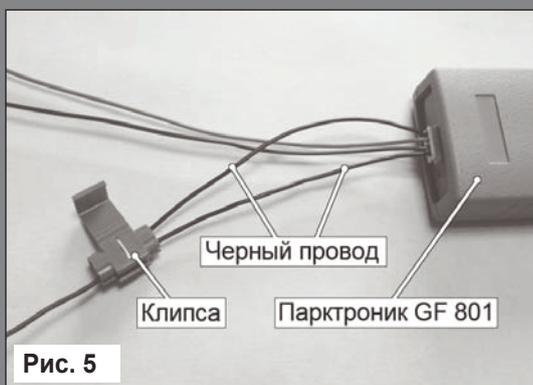

Рис. 5
- 2.2.2 В колодке парктроника GF 801 соединить между собой клипсой два провода черного цвета, отходящие от крайних контактов колодки, и подключить их к массе «-» кузова автомобиля (Рис. 5, стр.12).